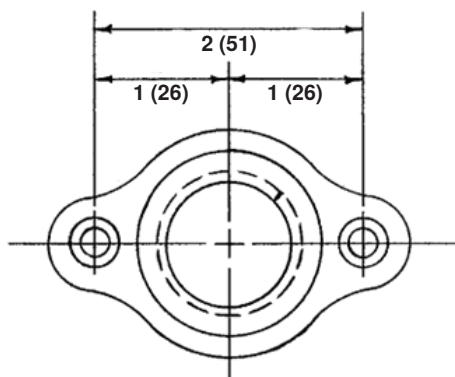

Figure 28. Écrou de rebut
1. En utilisant l'écrou de déchets (voir **Figure 28**) comme gabarit, percez trois trous—un trou de drainage de 3/4 de pouce et deux trous de fixation de 1/4 de pouce dans le bac inférieur de l'armoire de la fournaise.